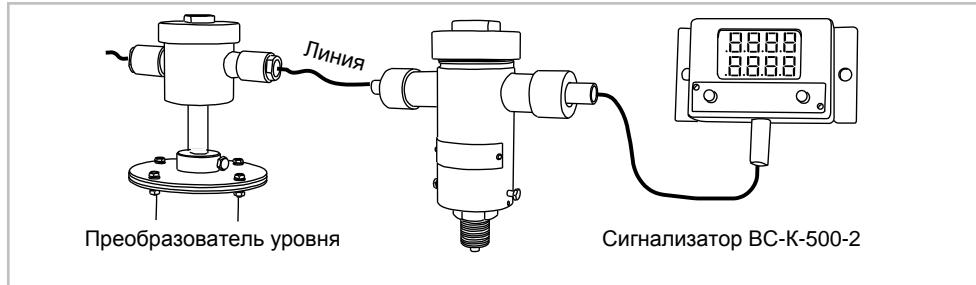

Рис. 6
6.3.3 В общей линии с преобразователями давления могут функционировать преобразователи других типов (рис. 6). Это позволяет объединять различные системы контроля в одну. Например, контроль давления может совмещаться контролем переполнения и герметичности резервуаров, контролем «сухого» хода насосов, загазованности, обеспечивая единый мониторинг и выход на общие исполнительные механизмы (насосы, электромагнитные клапаны, сирены). Система контроля технологической безопасности может объединяться с системой коммерческого учета.